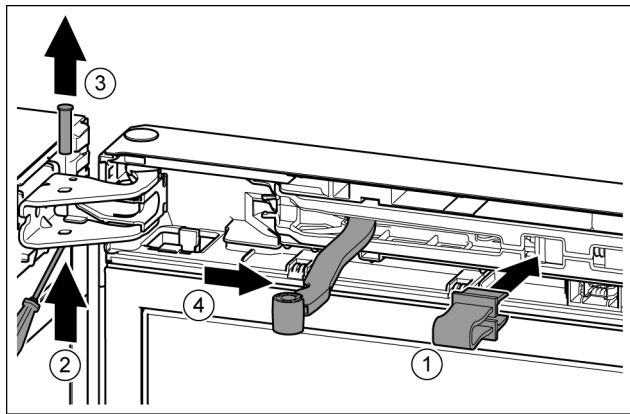

Fig. 10
- ▶ Introduire l'arrêt.oir dans l'ouverture. *Fig. 10 (1)*
- ▶ Desserrer le boulon avec un tournevis. *Fig. 10 (2)*
- ▶ Sortir le boulon par le haut. *Fig. 10 (3)*
- ▶ Tourner l'articulation en direction de la porte. *Fig. 10 (4)*